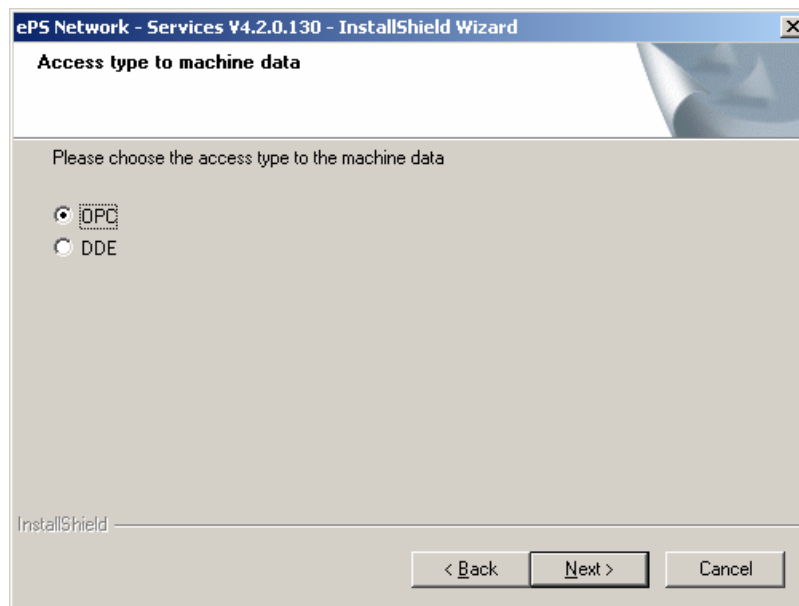

Bild 2-16: Methode Datenzugriff
- Datenzugriffstyp → Bild 2-16: Methode Datenzugriff